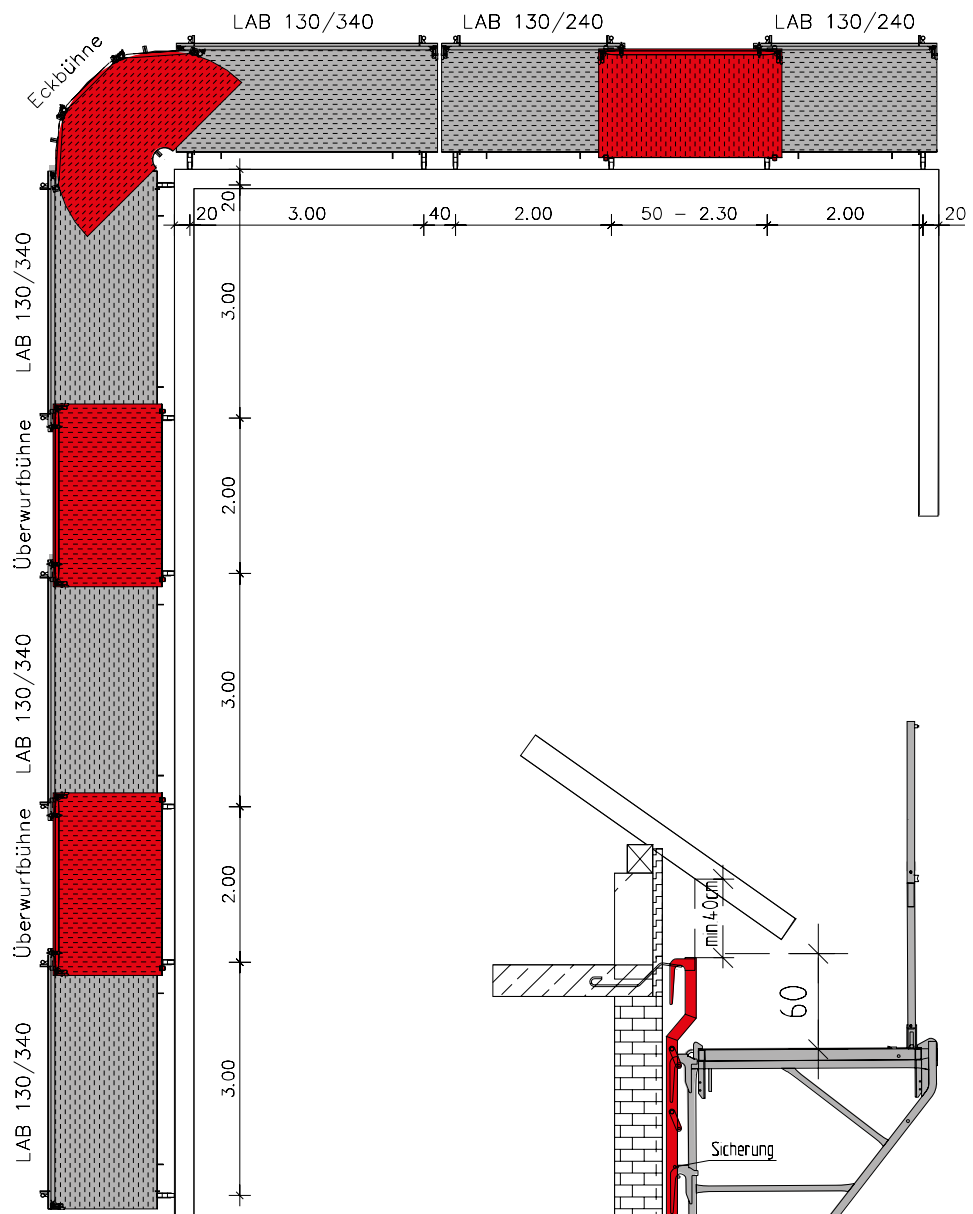

Abb. 27.1
■ Jede 2. Bühne ist beim Umsetzen bzw. Abbau des Gerüsts eine „letzte“ Bühne, d. h. eine isoliert hängende Bühne. Es ist bereits bei der Planung erforderlich, zu überlegen, wie man von der Bühne wieder herunterkommt (Abb. 27.1). Personentransport darf nur unter Berücksichtigung der UVV Bauarbeiten §7 Absatz 6 durchgeführt werden. (Gilt insbesondere beim Einsatz als Dachfangerüst!)